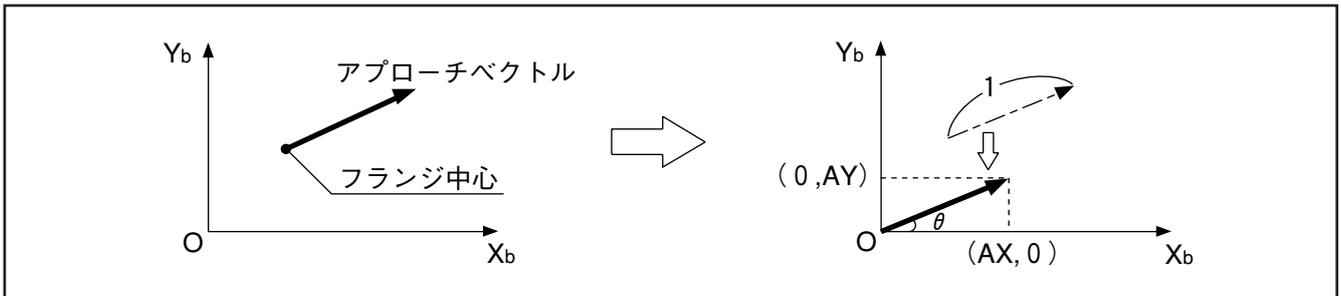

図2-37 アプローチベクトルが $X_b Y_b$ 平面と平行の場合
- (1) 2次元（平面）ベクトルの場合      アプローチベクトルが $X_b Y_b$ 平面と平行の場合は2次元（平面）ベクトルとなります。（図2-37）
アプローチベクトルが $X_b$ 軸となす角を $\theta$ とすると、アプローチベクトルの長さは1であるから図2-37より